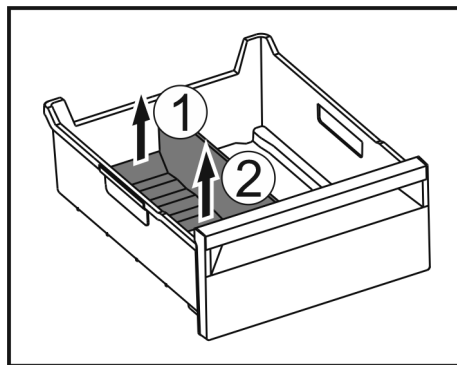

Fig. 153
- Zdvihnite zadnú časť oddelovača zásuvky na ľad. Fig. 153 (1)
- Odoberte oddelovač zásuvky na ľad nahor. Fig. 153 (2)